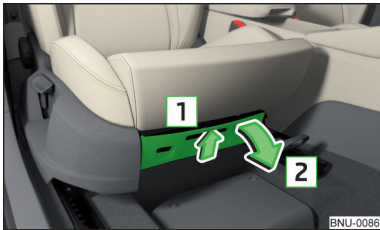

Abb. 117
- › Zum **Öffnen** auf den Griff in Pfeilrichtung **1** drücken und das Fach in Pfeilrichtung **2** aufklappen » Abb. 117.